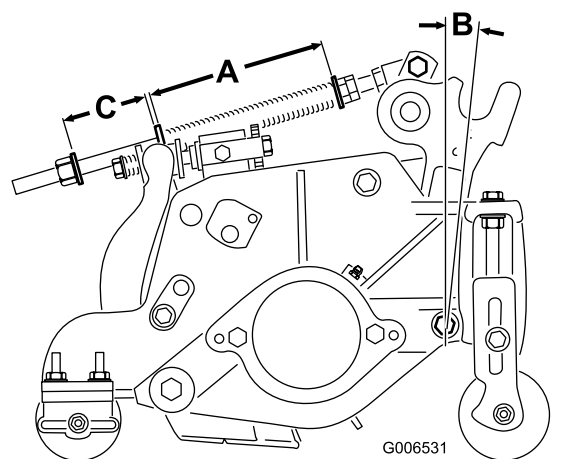

Figura 20
El muelle de compensación del césped (Figura 20) transfiere peso del rodillo delantero al trasero. Esto ayuda a reducir el patrón de ondulación en el césped.
1. Apriete la contratuerca del extremo trasero de la varilla del muelle hasta que el hueco (C) entre la parte trasera del soporte del muelle y la parte delantera de la arandela sea de 51 mm (Figura 20).
2. Apriete las tuercas hexagonales del extremo delantero de la varilla del muelle hasta que la longitud comprimida (A) del muelle sea de 159 mm (Figura 20).
Nota: Para segar césped ondulado, aumente la longitud del muelle comprimido (A) y la anchura del hueco (C) en 13 mm (Figura 20).